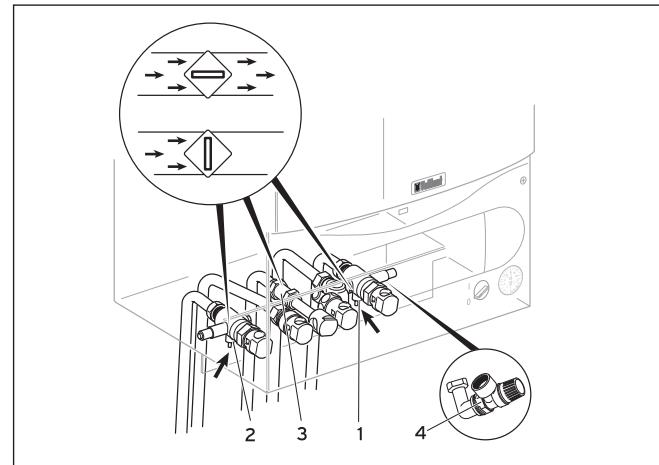

图4.3 打开保养阀
#### 4.3.1 打开管路阀门(参见图4.3)
- 确认采暖供回水的保养阀（图4.3中的1和2）以及燃气管路上的阀门都已经打开。